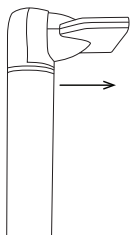

Рис. 1
1. Если насадка-концентратор для быстрой сушки присоединена к коннектору, то потяните ее в сторону (рис. 1).